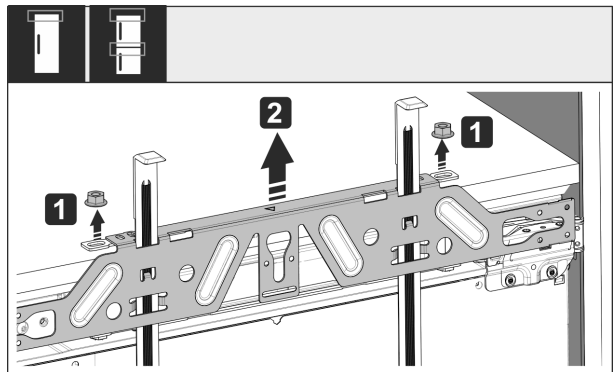

Fig. 58
- Borgmoeren Fig. 58 (1) losmaken.
- Bevestigingstraverse Fig. 58 (2) verwijderen.